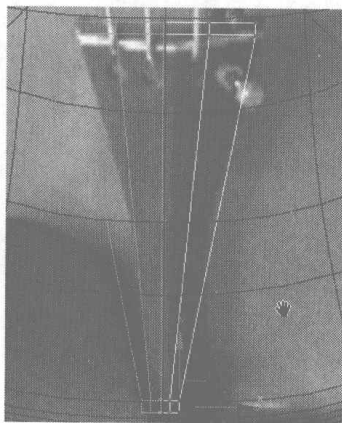
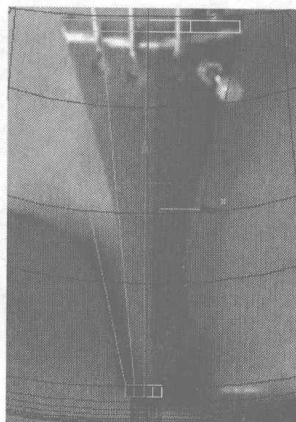
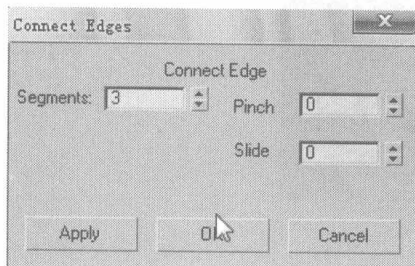
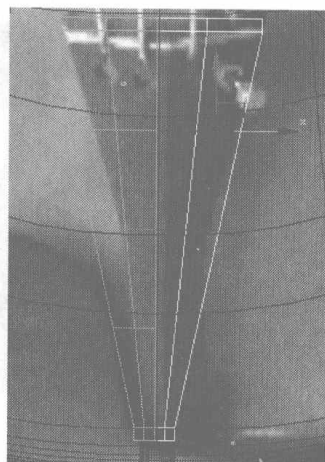

图 5.399
图 5.400
图 5.401
图 5.402
- 04 调整模型上的点到如图 5.399 所示的位置。选择如图 5.400 所示的曲线，单击 **Connect** 右边的小按钮，在弹出的对话框中设置如图 5.401 所示参数，模型显示如图 5.402 所示。